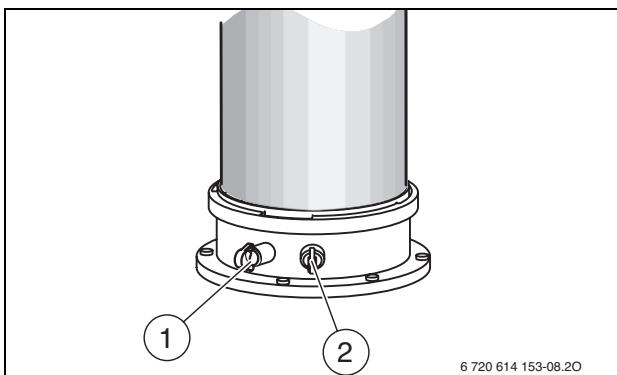

Bild 46
- Verschlussstopfen am Verbrennungsluft-Messstutzen [2] entfernen (→ Bild 46).
- Verschlussstopfen am Abgasmessstutzen [1] entfernen (→ Bild 46).